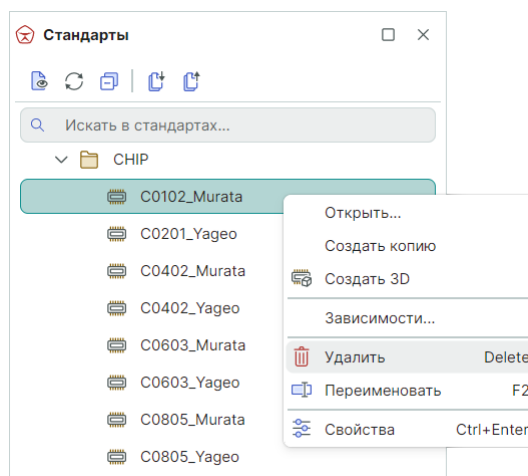

Рис. 116 Удаление корпуса
1. Выберите требуемый корпус в дереве узла «Корпуса» и в контекстном меню выберите пункт «Удалить» или воспользуйтесь горячей клавишей «Delete», Рис. 116.